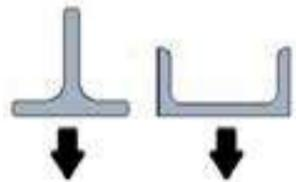

Ilustración 36
11. Sumerja las tes en el lado de la brida primero y los canales en el lado de la tela primero con la inmersión más rápida posible en el ángulo de inmersión más grande posible, y enfríe al aire (Ilustración 36).